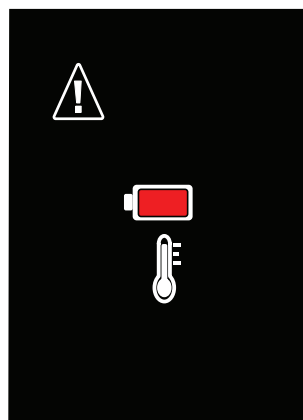

Fig. 21: Message d'avertissement de température de la batterie
- Lorsque le détecteur de fuites est allumé et que le chargeur est branché, l'écran indique la charge et sa progression à l'aide du symbole de l'éclair dans le coin supérieur droit (voir la Fig. 21).